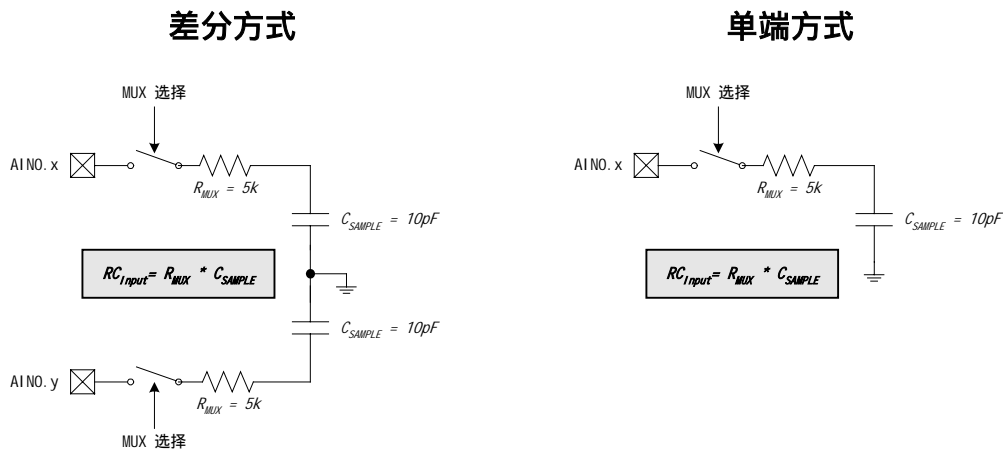

图 6.4 ADC0 等效输入电路
当 ADC0 输入配置发生改变时 (AMUX 或 PGA 的选择发生变化), 在进行一次精确的转换之前需要有一个最小的跟踪时间。该跟踪时间由 ADC0 模拟多路器的电阻、ADC0 采样电容、外部信号源阻抗及所要求的转换精度决定。图 6.4 给出了单端和差分方式下等效的 ADC0 输入电路。注意: 这两种等效电路的时间常数完全相同。对于一个给定的建立精度 (SA), 所需要的 ADC0 建立时间可以用方程 6.1 估算。当测量温度传感器的输出时,  $R_{TOTAL}$  等于  $R_{MUX}$ 。在 MUX 或 PGA 选择发生变化之后, 至少需要 1.5  $\mu$ s 的建立时间。注意: 在低功耗跟踪方式, 每次转换需要用三个 SAR 时钟跟踪。对于大多数应用, 三个 SAR 时钟可以满足跟踪需要。